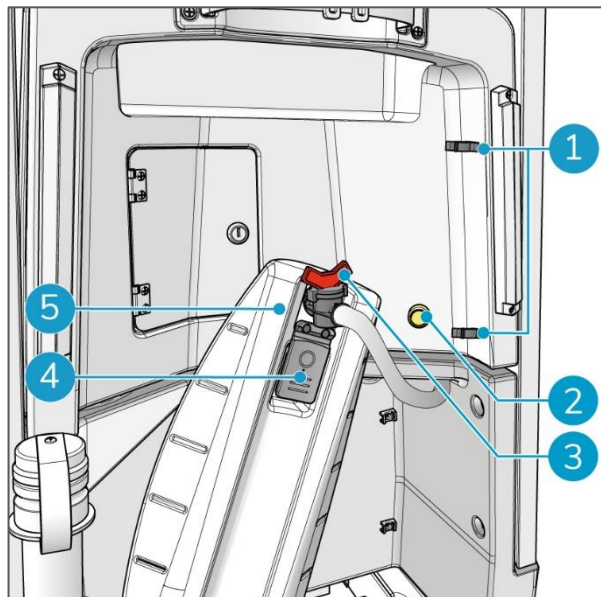

Figura 62
2. Saca el tubo de llenado de las abrazaderas (Figura 62, pos. 1).
3. Abre el tapón de la i-mop lite (Figura 62, pos. 4).
4. Coloca el tubo de llenado en el depósito (Figura 62, pos. 5).
5. Abre la válvula roja (Figura 62, pos. 3).
6. Pulsa el botón amarillo (Figura 62, pos. 2). La solución se bombea al depósito de la i-mop lite.